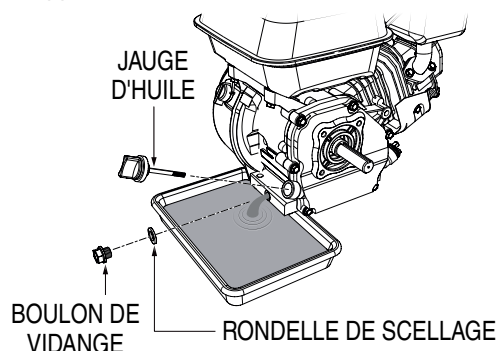

Figure 34. Vidange de l'huile moteur
1. Dévisser la jauge de remplissage d'huile (Figure 34) de son support.
2. Retirer le boulon de vidange d'huile et la rondelle d'étanchéité et laisser l'huile s'écouler dans un récipient approprié (Figure 34).